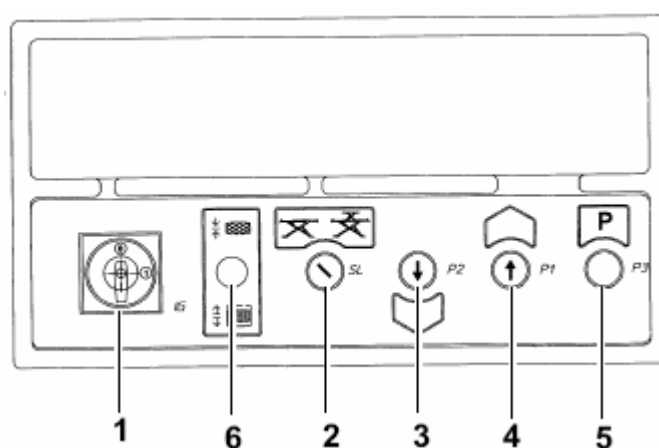

Рис. 38
**Up («Вверх»)** – (см. Рис. 38) Поверните главный выключатель (1) в положение 1.